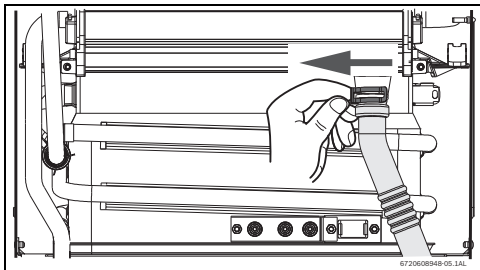

Fig. 49
- ▶ Retirar el clip y soltar la extremidad del tubo de condensados (consultar la Fig. 49 ).